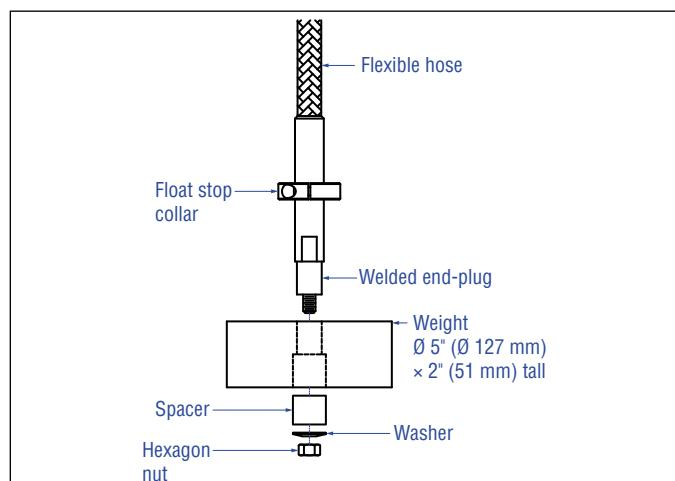
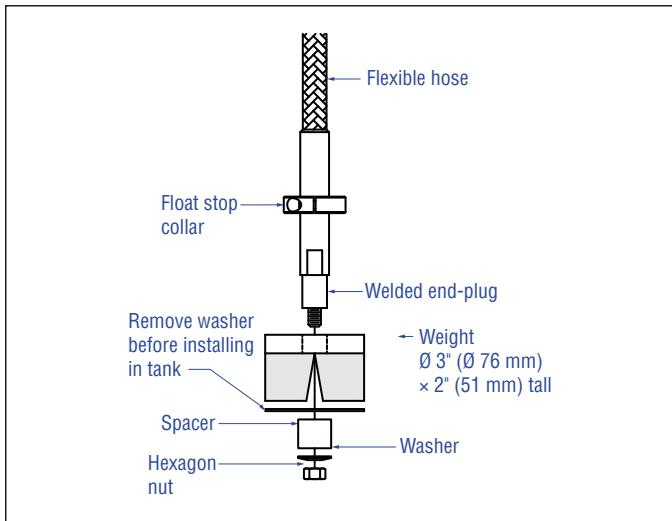
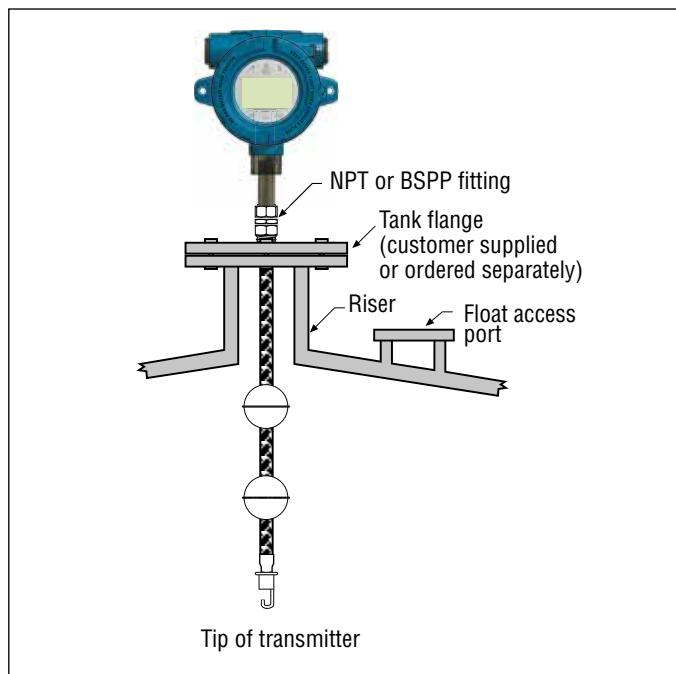

図8：底部固定重り
図9：底部固定マグネット
図11：ネジ付き法兰ジによるフレキシブルパイプの取り付け
5. 図8、図11、および図9に示すように、付属のナット、スペーサー、ワッシャーを使用して、パイプのエンドプラグ溶接部分（パイプ底部の硬質部分）にフック、重り、またはマグネットを取り付けてしっかりと締め付けます。マグネットを使用する場合は、ワッシャーを取り外してからタンクに取り付けます。
適切なねじによる接合が可能であれば、Tank Slayer®トランスマッタは大半の用途でNPTまたはBSPPねじ継手を使用してタンクや法兰ジに直接取り付けることができます。法兰ジを取り外した際にフロートが法兰ジ開口部をきちんと通らない場合は、容器の内側からトランスマッタにフロートを取り付けるための何らかの代替手段が必要です。この場合は図11に示すように、トランスマッタの挿入箇所付近にアクセスポートが必要となる場合があります。